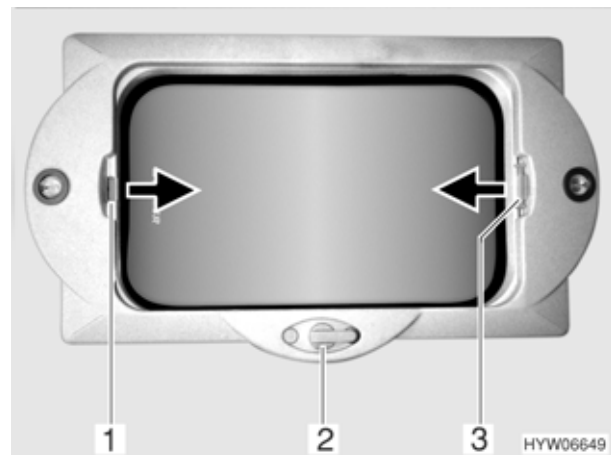

Bild 65 Kurbelhub-Dachlüfter
- Den Kurbelhub-Dachlüfter je nach Drehrichtung mit der Dachlüfterkurbel (Bild 65,2) heben (öffnen) oder senken (schließen). Die Verstellbarkeit ist beliebig.
- Faltverdunklung (Bild 65,3) bis zur gewünschten Position in Pfeilrichtung ziehen. Die Faltverdunklung bleibt in dieser Position stehen.
- Insektenschutzrollo (Bild 65,1) in Pfeilrichtung ziehen, bis es an der Faltverdunklung (Bild 65,3) anstößt.
- Griff am Insektenschutzrollo (Bild 65,1) drücken.